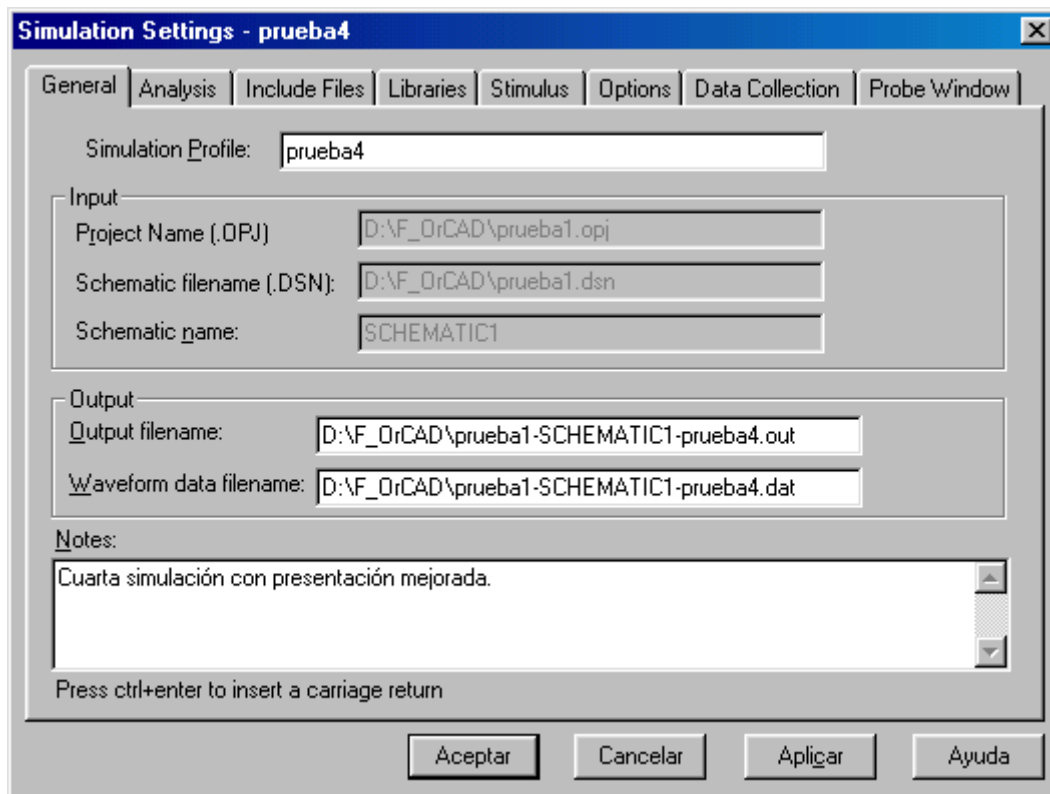

Figura 7: Ventana General, (Edit Simulation Settings).
- + Existe además un espacio reservado para las notas que se deseen realizar. Ver **Figura 7**.